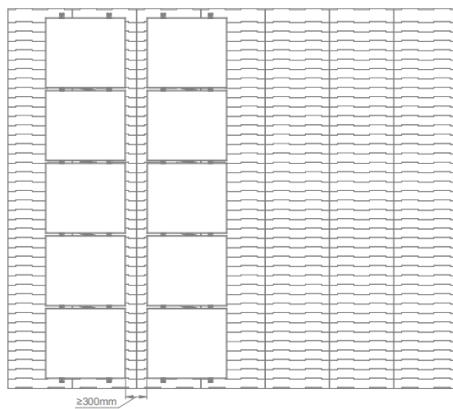
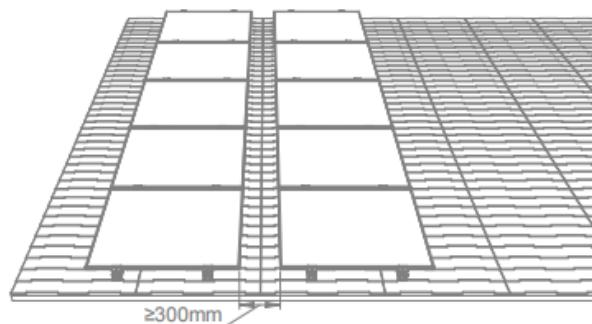

図 13
図 14
- 次に2列目のモジュールを設置し、列と列の間隔を300mm以上確保してください（図13、図14参照）。